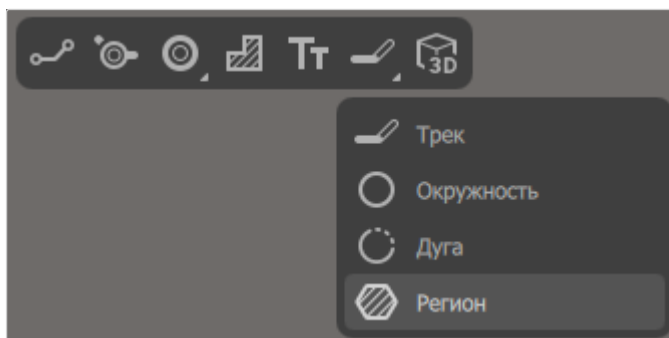

Рисунок 120. Инструмент «Регион» на панели инструментов
- Щелкнуть правой кнопкой мыши по значку  на панели инструментов редактора схем и в раскрывшемся списке выбрать инструмент «Регион» (см. рисунок 120).